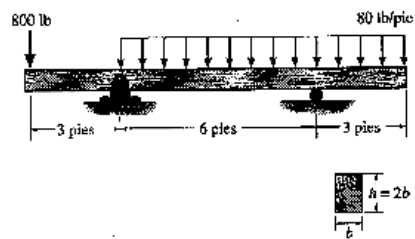

FIGURA 9.-
- 9.- La viga que se muestra en la figura 9 esta hecha con pino Douglas con un esfuerzo admisible de 1.1 ksi. Determine el ancho b de la viga si su peralte $h = 2b$.